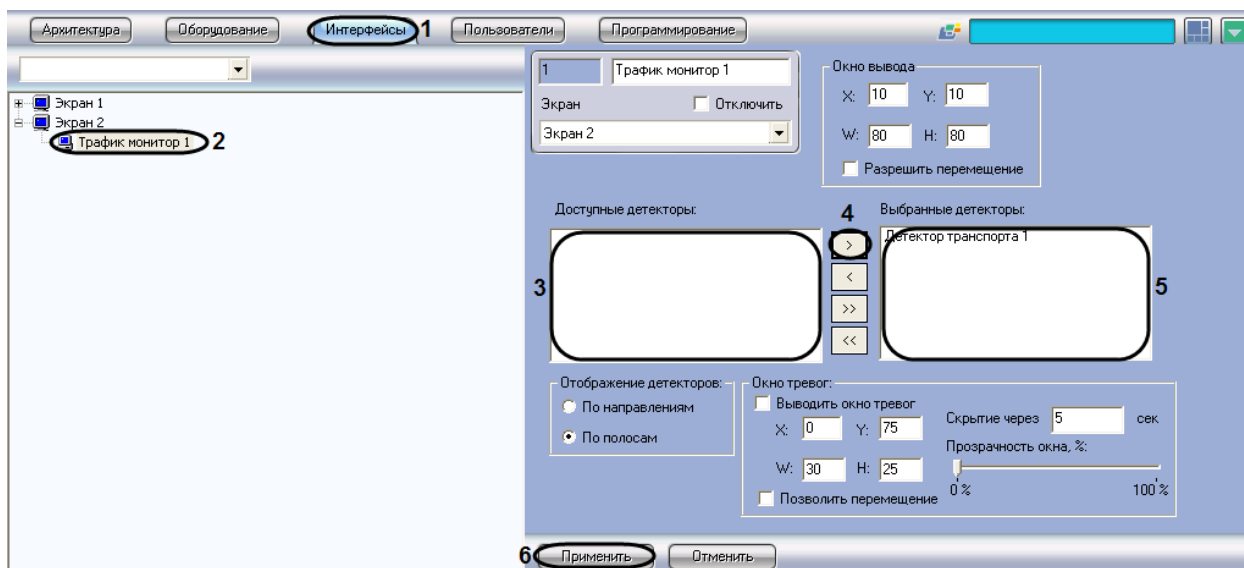

Рис. 7.7-2. Выбор детектора движения
1. Перейти на вкладку «Интерфейсы» диалогового окна «Настройка системы» (см. Рис. 7.7-2, 1).
2. Выбрать в дереве объект «Трафик монитор» (см. Рис. 7.7-2, 2).
3. Выбрать значение из списка в поле «Доступные детекторы» (см. Рис. 7.7-2, 3).
4. Нажать кнопку «>» для перемещения выбранного значения в список «Выбранные детекторы» (см. Рис. 7.7-2, 4-5).
5. Нажать кнопку «Применить» для сохранения настроек (см. Рис. 7.7-2, 6).